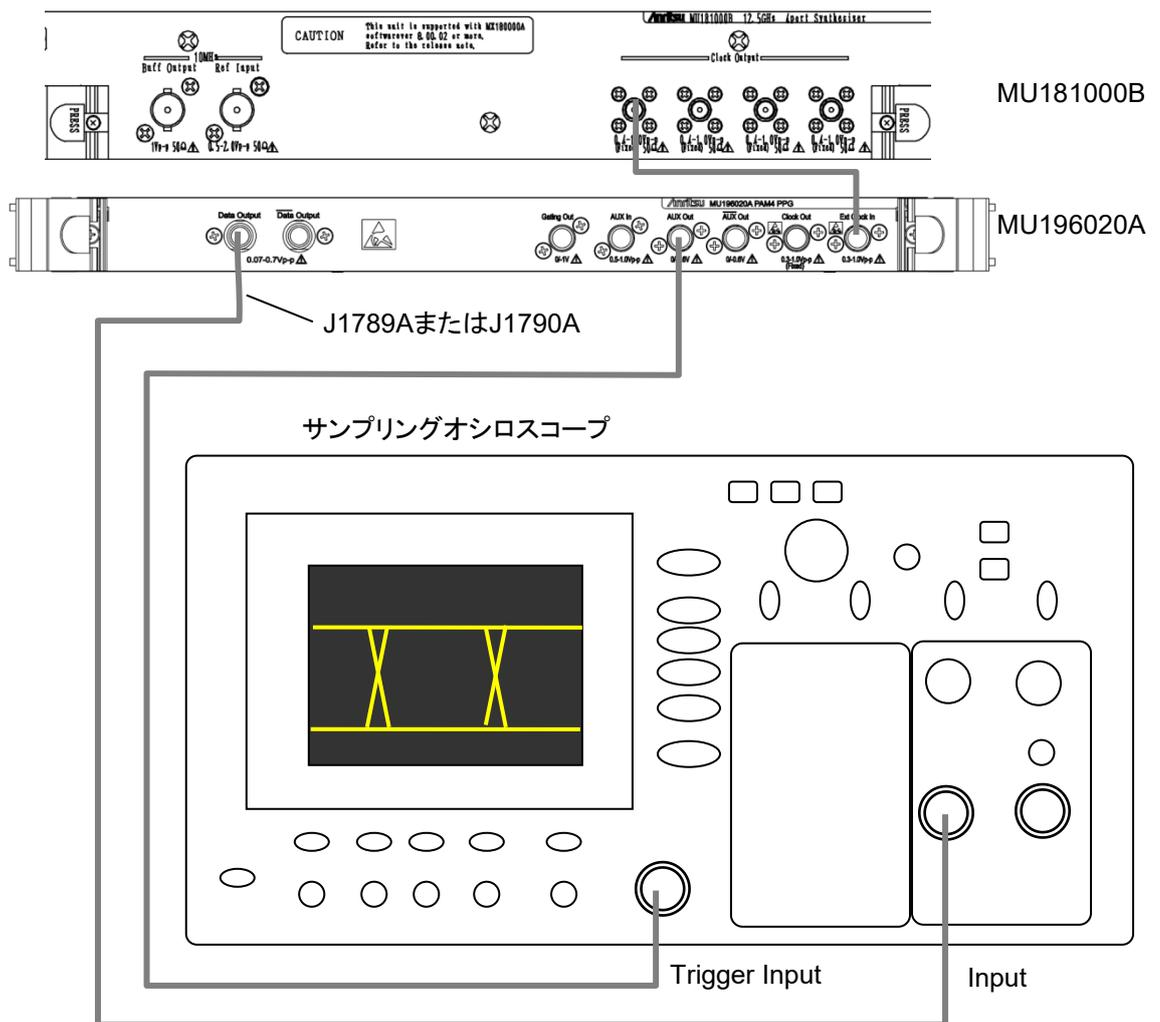

図 5.3.2-1 波形試験の接続図
8. 図 5.3.2-1 に従って、測定器のケーブルを接続します。ケーブル未接続側の出力には添付の V210 終端器を必ず接続してください。